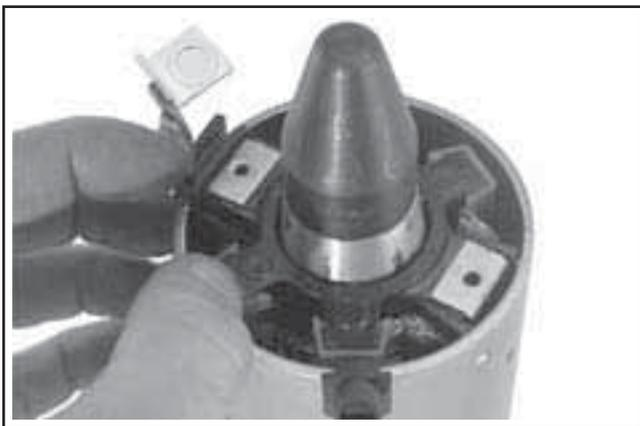

Figure 8-70. Installation du support des balais par l'outil avec extension.
- d. Maintenir le groupe de démarrage à la verticale sur l'extrémité du carter et positionner soigneusement l'outil (avec extension) et le groupe support de balais d'origine assemblé sur l'extrémité de l'arbre de l'armature. Glisser le support de balais en position autour du commutateur et placer l'œillet du câble de balais positif (+) dans la fente du châssis. Voir la Figure 8-70.